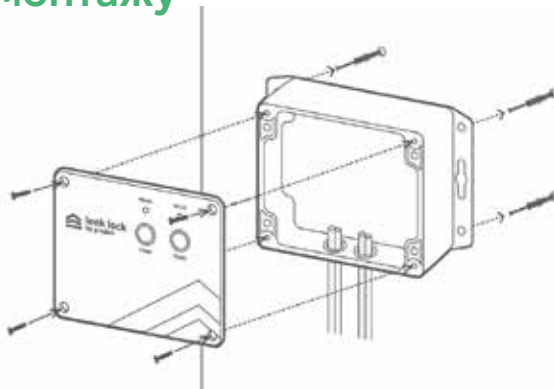

Рис. 2. Схема монтажу контролера
1. Демонтуйте зовнішню кришку контролера, відкрутивши чотири зовнішні гвинти, як показано на (рис. 2).
2. Надійно закріпіть контролер на рівній поверхні, використовуючи монтажні отвори на корпусі, згідно з (рис. 2).
3. Проведіть усі необхідні комунікації в середину корпус як показано на (рис. 2).
7. Змонтуйте зовнішню кришку контролера, як показано на (рис. 2).